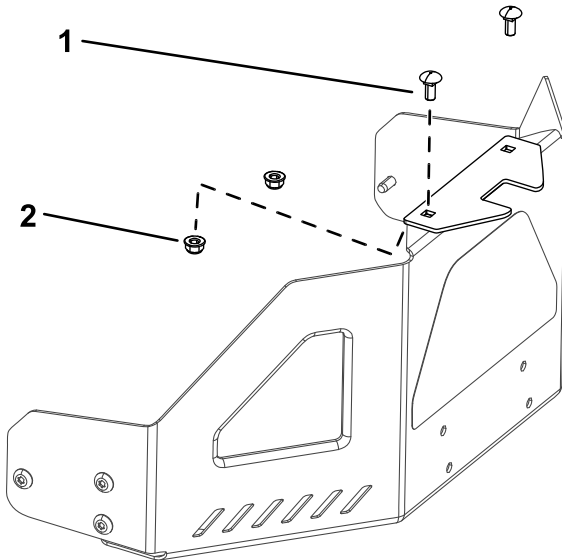

Figure 7
- Fixez le support de stabilisation à la protection du moteur au moyen de 2 boulons de carrosserie (5/16" x 3/4") et 2 contre-écrous (5/16") (Figure 7).